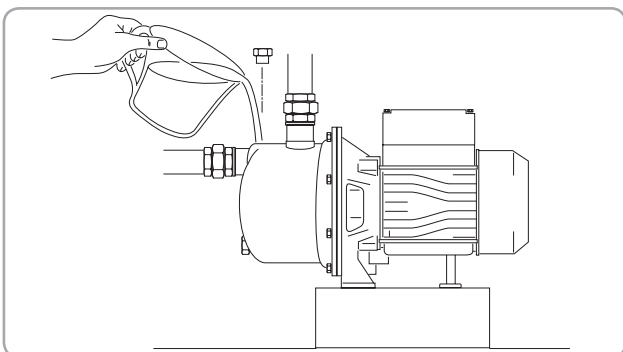

Fig.7
- Se toarnă apă curată în pompă și în conducta de aspirație până când se umple pompa și curge apa din ea.(Fig.7)